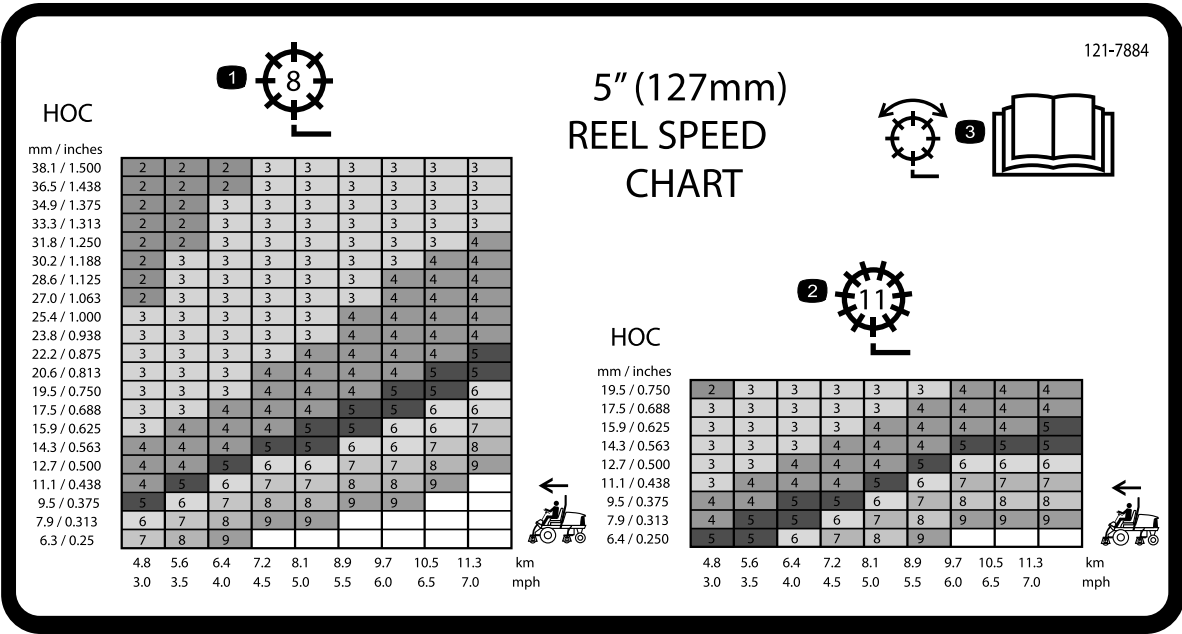
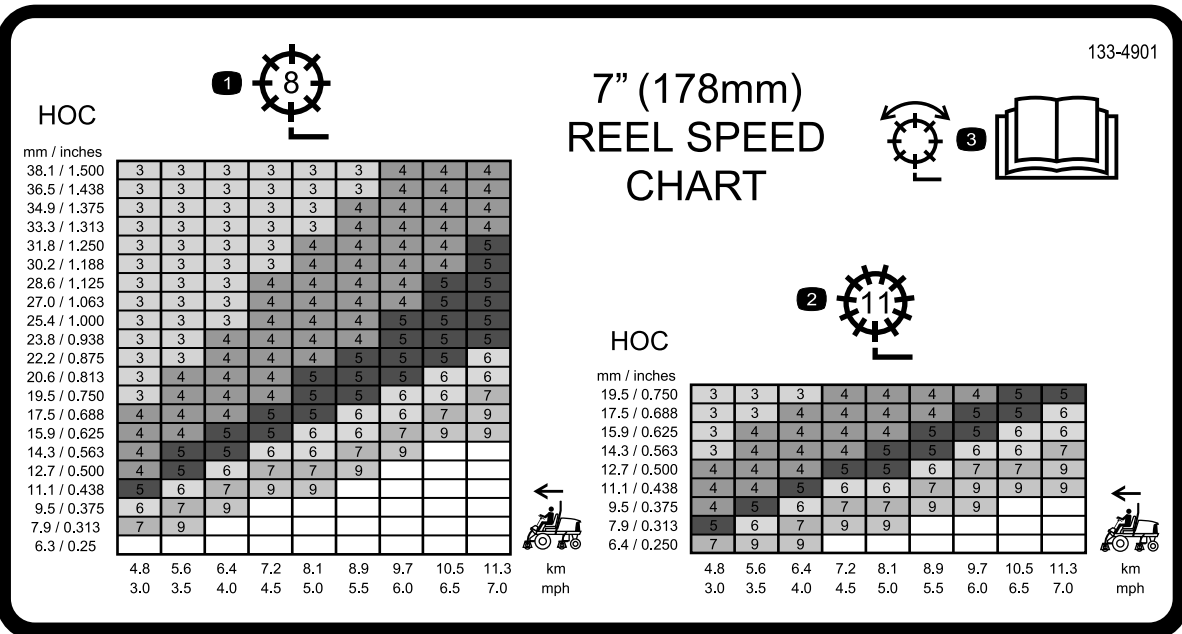

图 40
图 41
3. 使用滚刀速度图标贴图 40和图 41上的图表确定适当的滚刀速度设置。